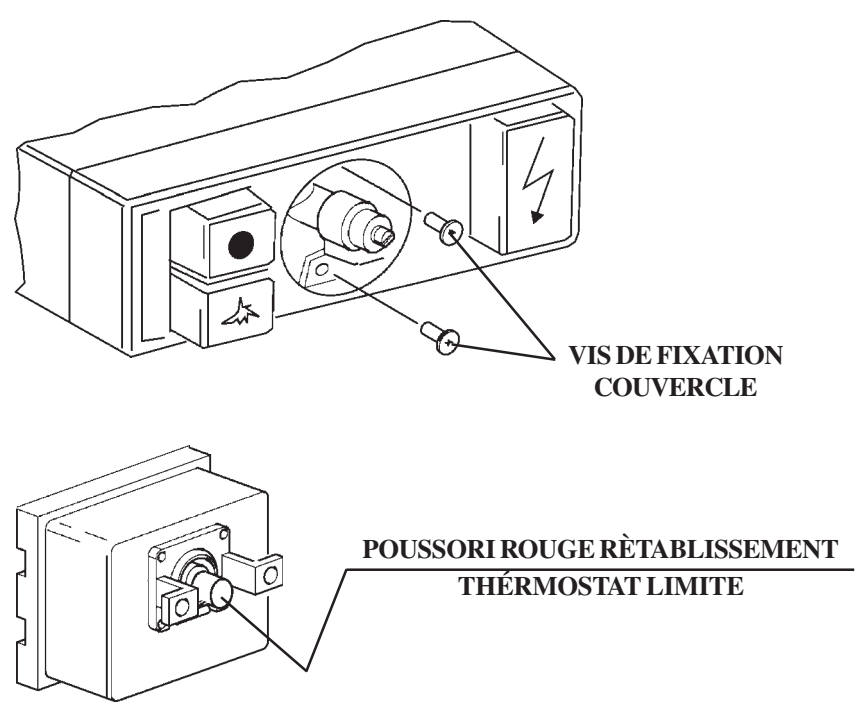

Fig. 10
G) Thermostat de sécurité (fig. 10)
La friteuse est équipée d'un thermostat de sécurité (fig. 10) qui se déclenche en cas de surchauffe de l'huile en arrêtant le fonctionnement de l'appareil. Pour le faire repartir, il faut réenclencher le thermostat (fig. 10). Cette opération doit être confiée à un personnel qualifié qui contrôlera aussi la cause du déclenchement.